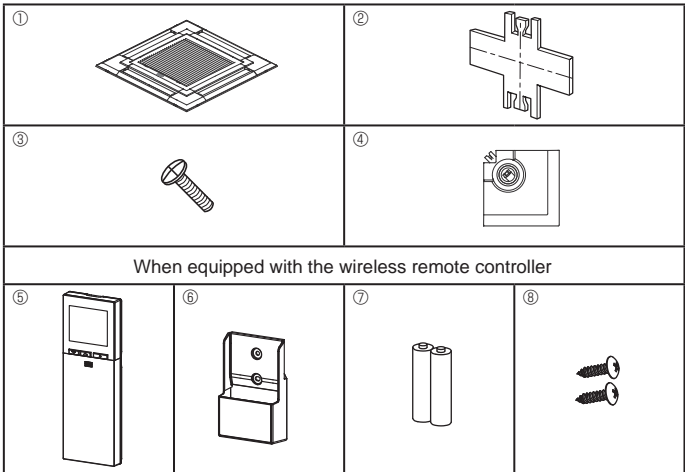

Fig. 6-1
6.1. Checking the contents (Fig. 6-1)